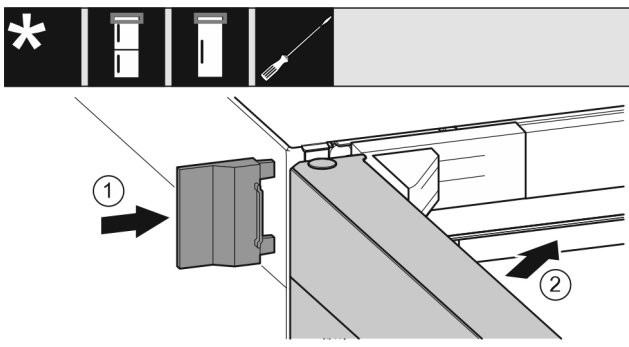

Fig. 24
- ▶ Nasuňte vonkajší kryt. Fig. 24 (1)
- ▶ Zatvorte horné dvere. Fig. 24 (2)